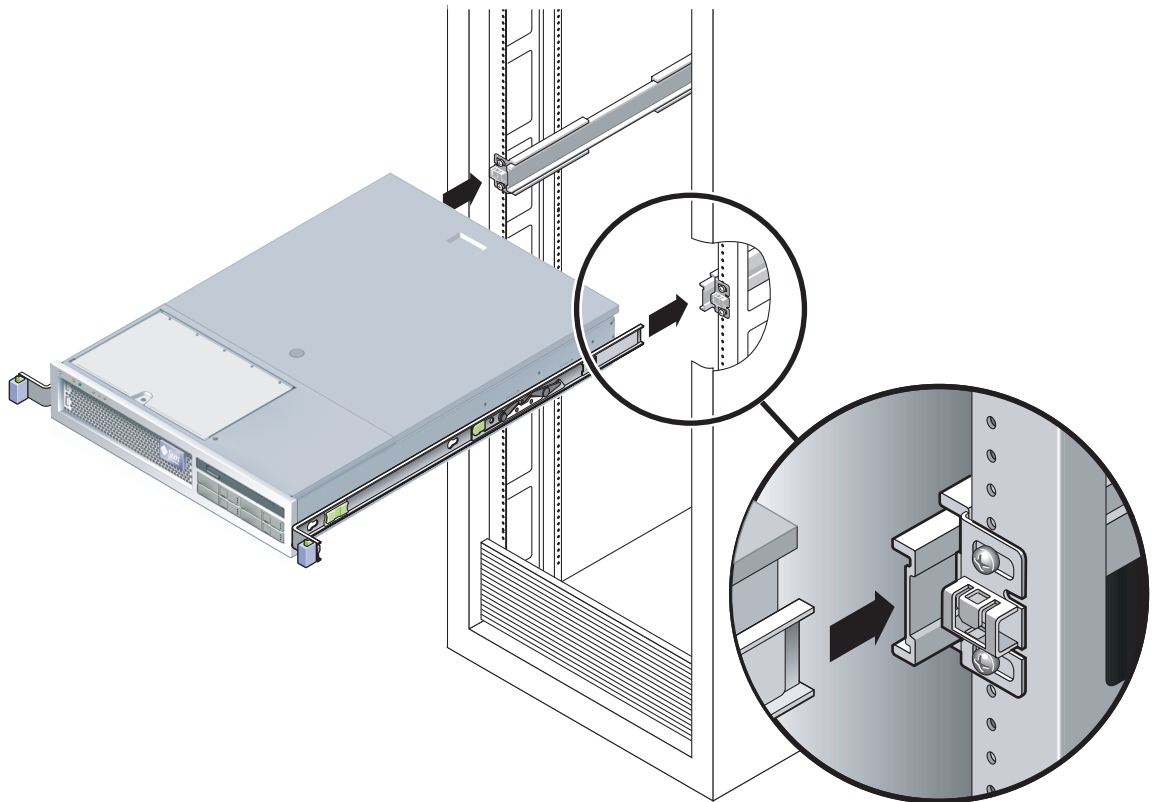

FIGURE 3-29 Montage du châssis sur les rails coulissants
10. Insérez les extrémités des supports de montage dans les rails coulissants (FIGURE 3-29).